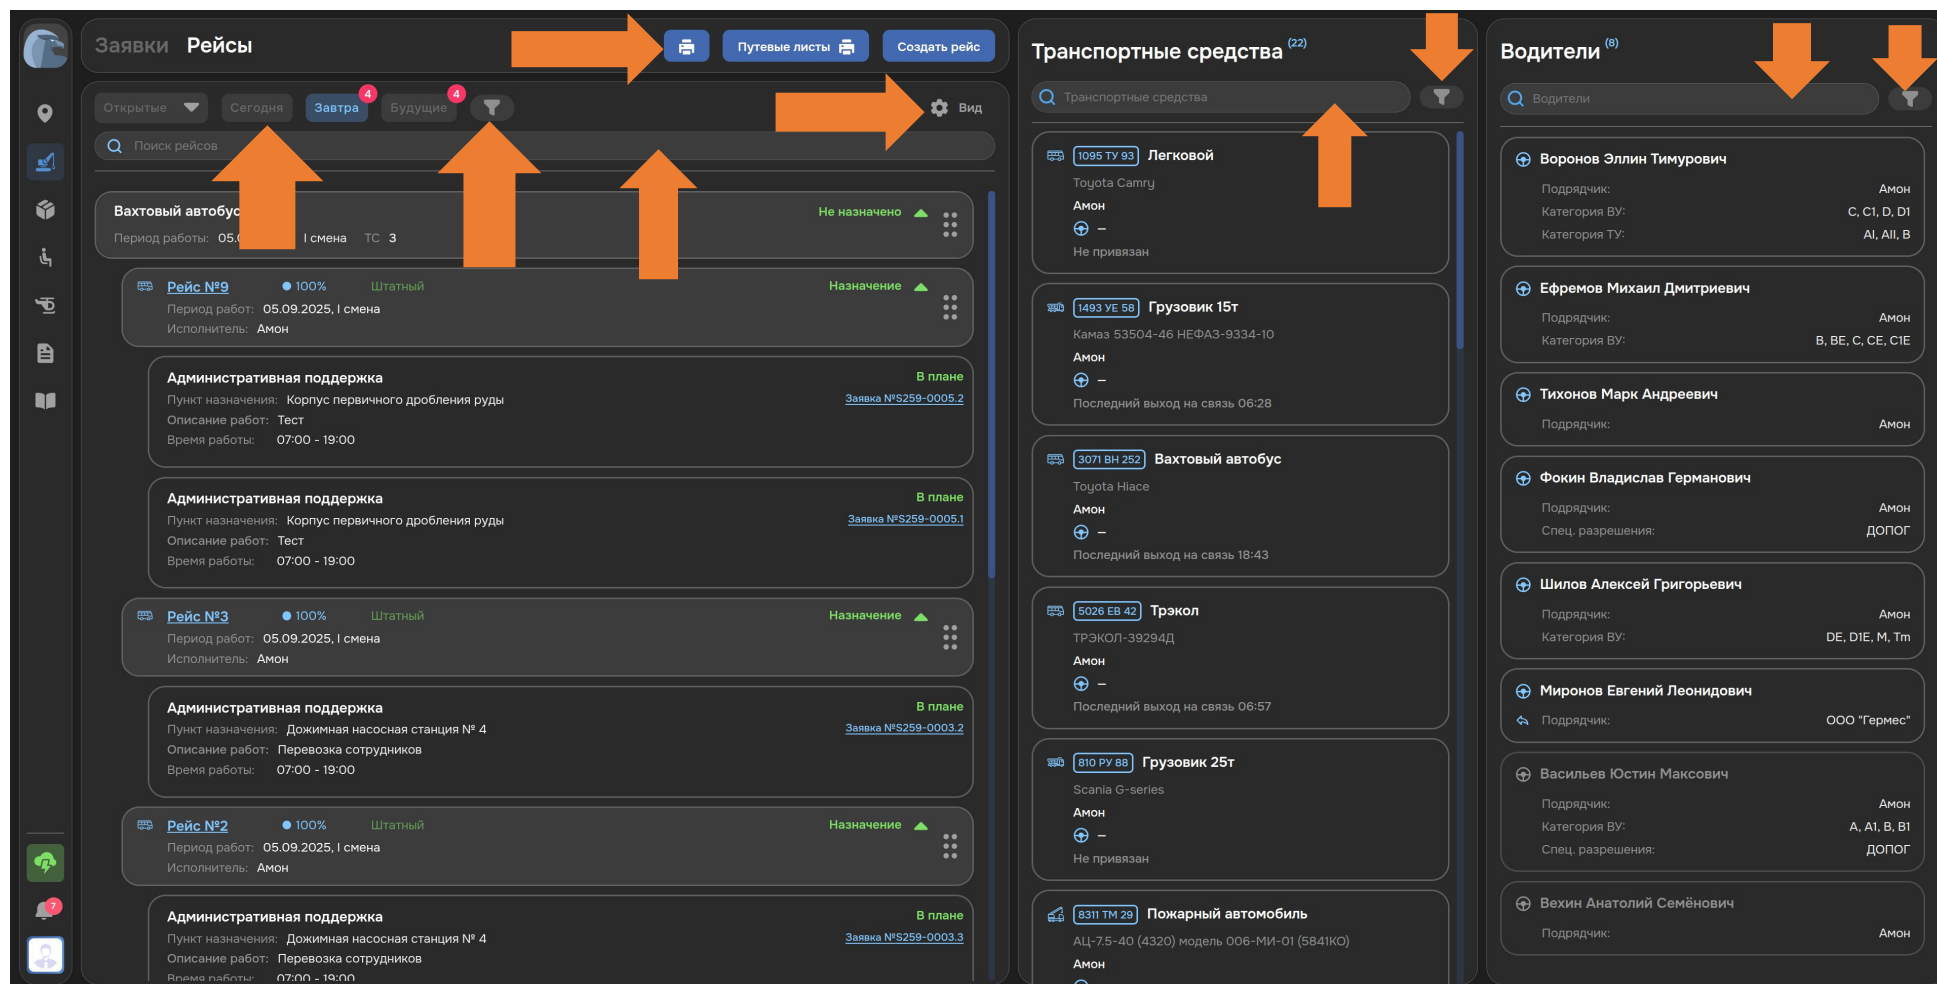

Рисунок 46. Вкладка «Рейсы» раздела «Спецтехника»
2. Перейдите во вкладку «Рейсы» (см. Рисунок 46).
- переключение отображения между свернуто и развернуто, а также отображать ли типы ТС, что делается нажатием на кнопку «Вид» и выбором нужного варианта (см. Рисунок 46).
В частях «Транспортные средства» и «Водители» доступна фильтрация и поиск (см. Рисунок 46).
Кроме того, возможно распечатать список Рейсов нажатием на кнопку с изображением принтера (см. Рисунок 46).